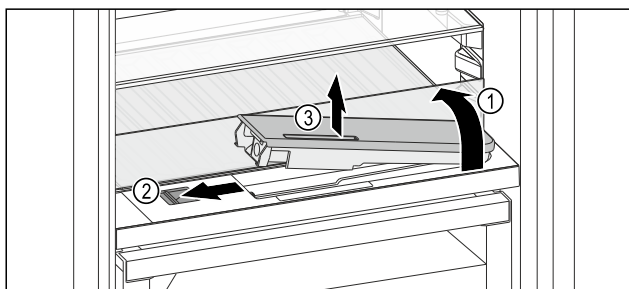

Fig. 208
- Sollevare il ripiano di vetro e ribaltarlo all'indietro fino all'arresto Fig. 208 (1).
- Spostare il cursore Fig. 208 (2) a sinistra.
- Rimuovere il serbatoio dell'acqua Fig. 208 (3).